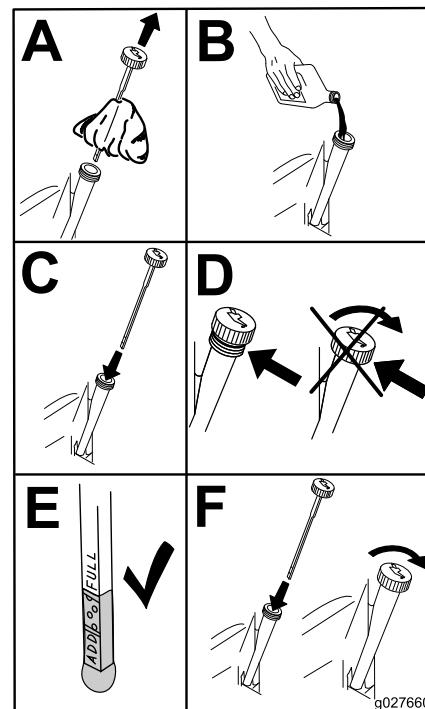

Figura 58
5. Vierta lentamente un 80% aproximadamente del aceite especificado por el tubo de llenado, luego añada lentamente el resto del aceite hasta que llegue a la marca **Lleno** (Figura 58).